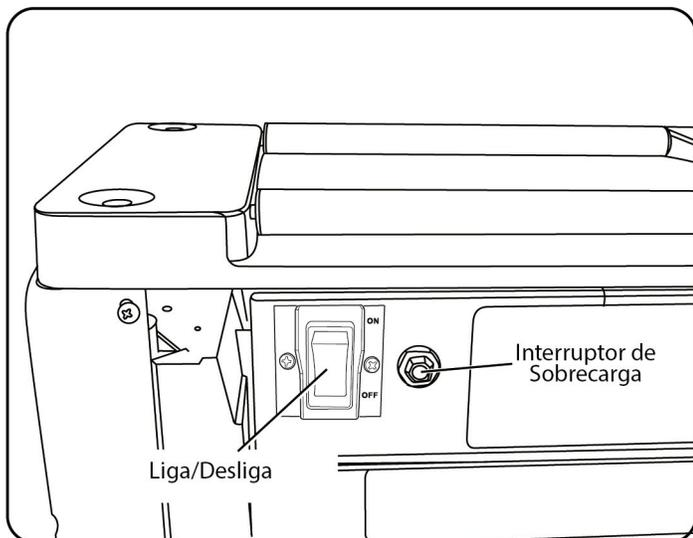

Fig.05
4) INTERRUPTOR LIGA/DESLIGA (FIG. 05)
5) INTERRUPTOR DE SOBRECARGA DE CIRCUITO (Fig. 05)